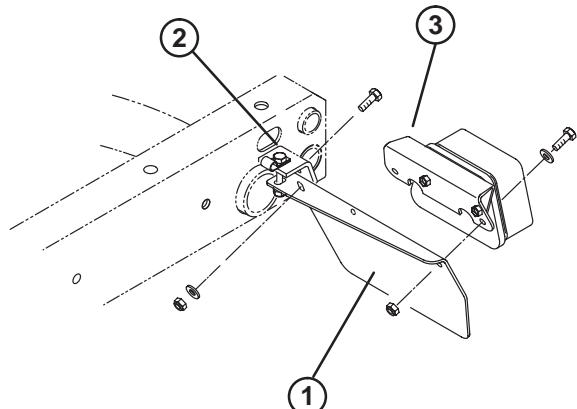

Figura 1
3. Fixe a parte traseira de cada uma das chapas da luz traseira à parte de trás dos suportes do chassis com um parafuso de 5/16–18 x 1 polegadas lg., uma anilha de chapa de 0,281 polegadas I. D. e porca, conforme figura 1.